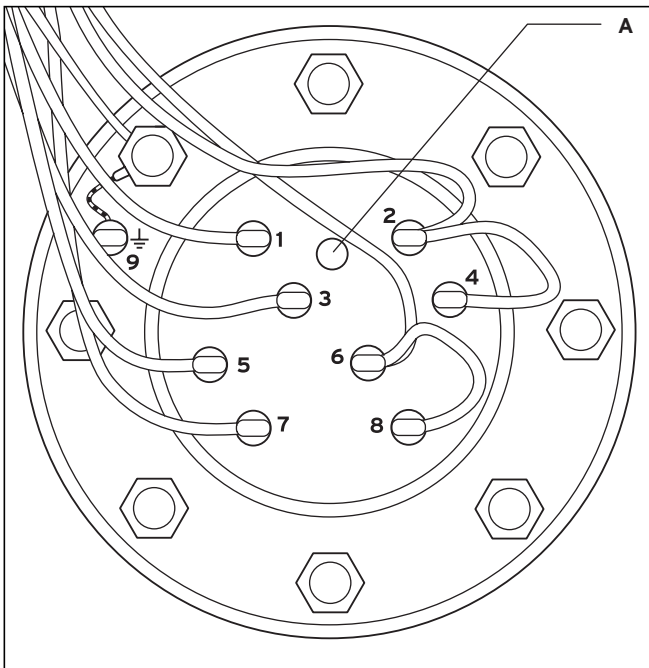

Abb. 8.13 Schaltraum am Heizflansch
- Beachten Sie bei der Verdrahtung die Lage der Leitungen und gleichen Sie sie mit der Abb. 8.13 ab.